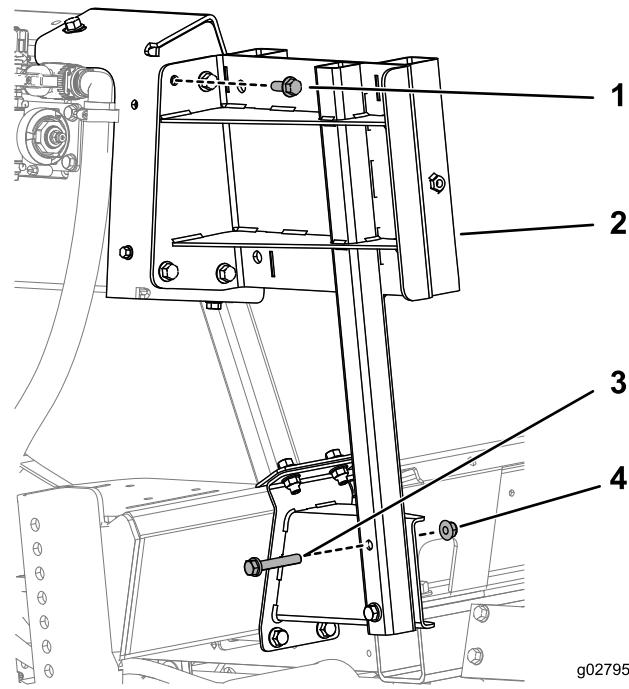

Figura 5
4. Sujete el soporte de la bandeja del carrete a los soportes superior e inferior con 4 pernos (3/8-16 x 1 pulgada, GR5), 2 pernos (3/8-16 x 2-1/4 pulgadas) y 6 tuercas con arandela prensada (3/8-16 pulgada), según se muestra en Figura 5.